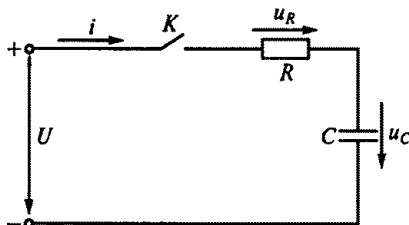

Рис. 143
4.8.Р. Какое из приведенных выражений несправедливо для переходного процесса, возникающего при замыкании ключа K в цепи на рис. 143?
4.10. Какой будет длительность переходного процесса при замыкании ключа K в цепи на рис. 143, если считать, что он заканчивается через время $t = 3\tau$, соответственно для следующих четырех случаев: